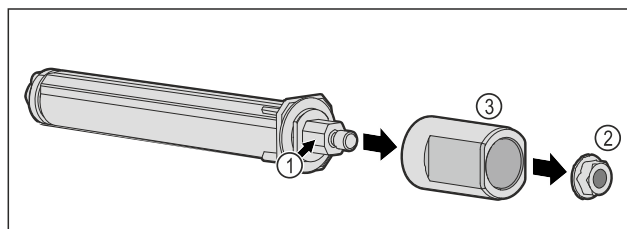

Fig. 58
- Deursluitsysteem Fig. 58 (1) niet demonteren.
- Moer Fig. 58 (2) verwijderen.
- Huls Fig. 58 (3) verwijderen.